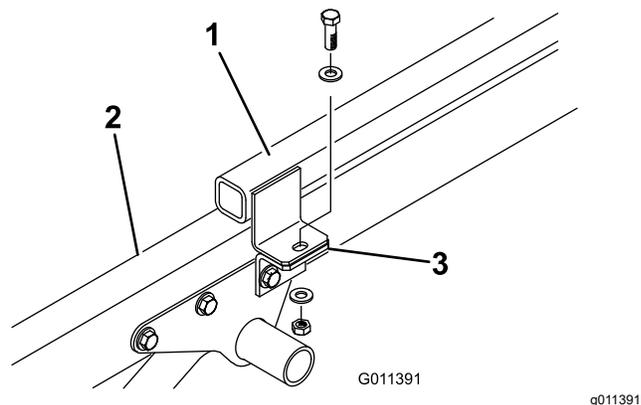

图 6
3. 卸下将附件支架固定到挂钩架凸耳上的平头螺丝、2 个扁平垫圈和锁紧螺母图 6。